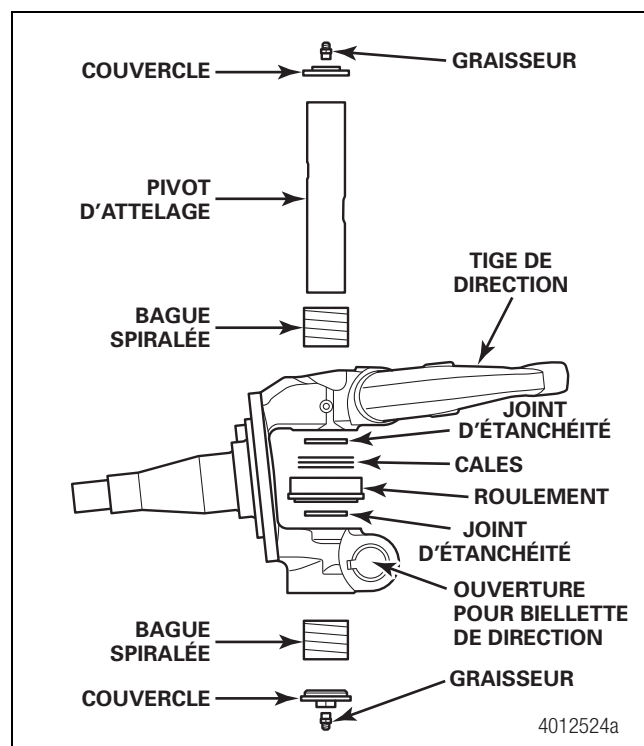

Figure 1
Cette publication présente des instructions pour l'installation des ensembles de pivot d'attelage sans alésage FastSetMC de Meritor. Chaque ensemble comprend quatre bagues spiralées et peut être utilisé pour effectuer l'entretien des essieux directeurs avant non moteur de Meritor. Figure 1.
6. Réinstaller le porte-fusée sur l'essieu avec le nouveau pivot d'attelage et le palier de butée. Ajouter des cales jusqu'à ce que l'ajustement soit approprié et qu'il suffise d'une petite poussée sur le palier de butée pour l'aligner avec le pivot d'attelage. Figures 1 et 4.